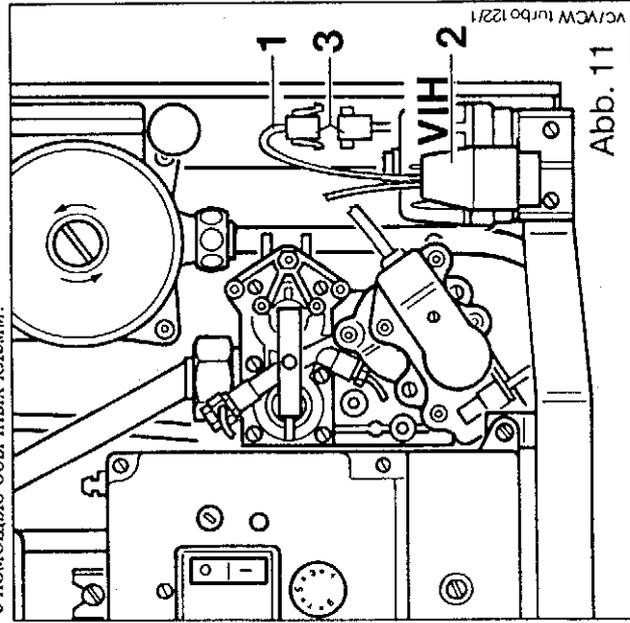

Abb. 11
- а) Отвинтить винт (8) на крышке щитка.
- б) Отвинтить накидную гайку кнопки разблокировки (10).
- в) Вывинтить винт (9) на плате и выключателей.
- д) Аккуратно потянуть вперед крышку щитка переклощений (7) и поднять ее вверх.
- е) Вывинтить два винта (16) на обратной стороне платы (15) и вынуть плату из щитка.
- ж) Теперь обеспечен доступ к штекерному штифту - маркировка 14 - на лицевой стороне платы (15) для подключения. Расположение штекерного штифта на плате см. на рис. 11.